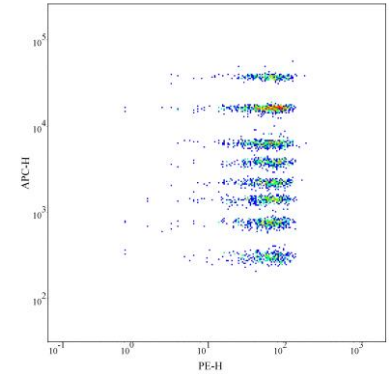

图 3
- 4) 微球编码无重叠干扰的情况下, 建立 PE-H 和 APC-H 散点图, 使得所有的微球群能够清楚和明显的分布于散点图上, 显示各因子 PE 荧光强度, 见图 3。